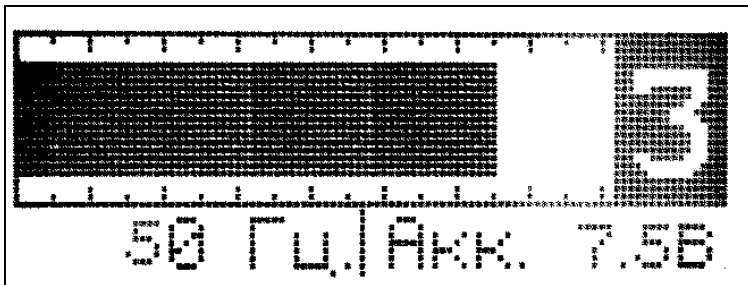
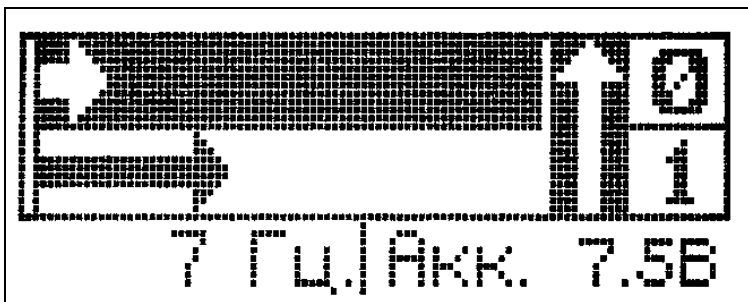

Рисунок 5-2. Индикатор в режиме "ТРАССА"
Рисунок 5-3.Индикатор в режиме "УТЕЧКА"
1. Включите питание приемника. После прохождения заставки, выберите необходимый режим работы нажатием кнопки «РЕЖИМ». Выберите рабочую частоту нажатием кнопки «ЧАСТОТА» и приступайте к работе. Режимы ТРАССА и УТЕЧКА отличаются типом индикации (см. рис.5-2 и рис.5-3).